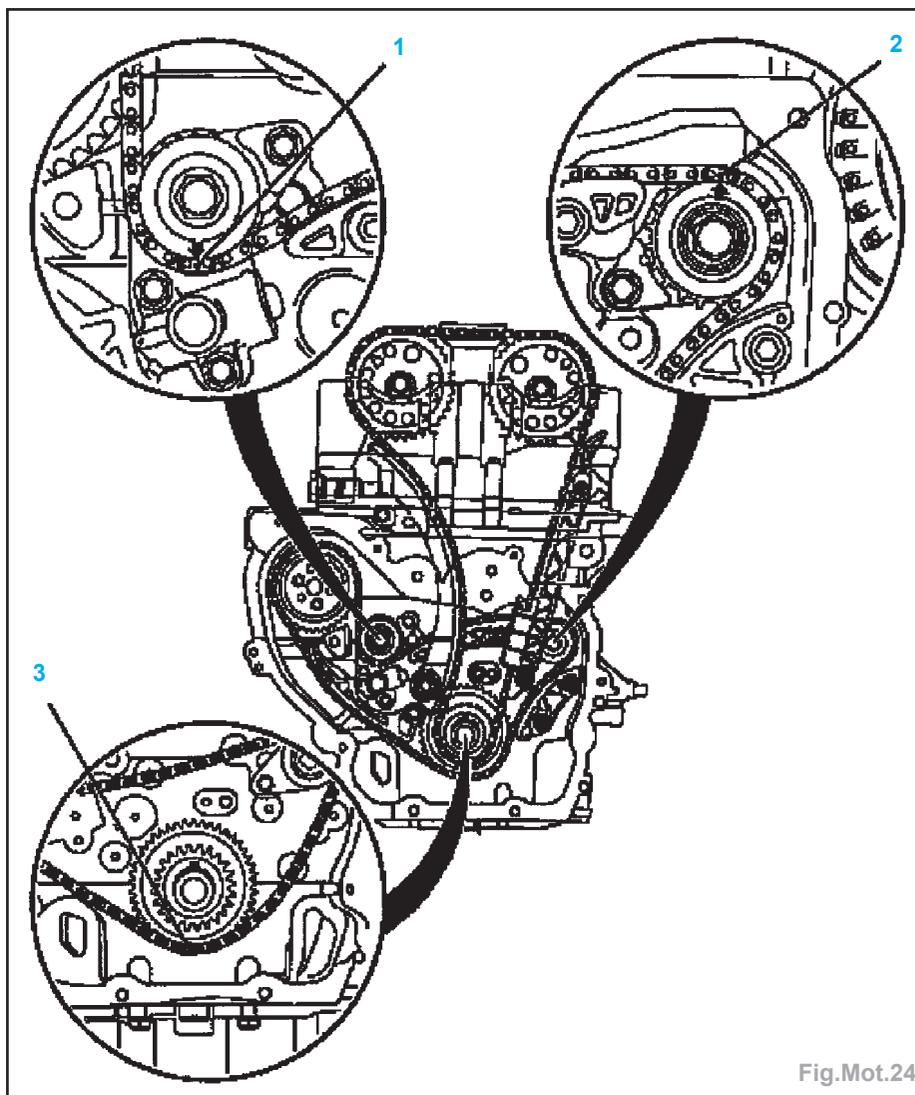

Fig.Mot.24
- Déposer la glissière de tension de la chaîne de distribution des arbres à contreponds d'équilibrage (7).
- Déposer le rail de guidage de la chaîne de distribution des arbres à contreponds d'équilibrage supérieurs (2).
- Déposer le rail de guidage de la chaîne de distribution des arbres à contreponds d'équilibrage inférieurs (5).
- Retirer la chaîne de distribution des arbres à contreponds d'équilibrage (1).
- Reposer la chaîne de distribution des arbres à contreponds d'équilibrage et mettre le maillon de chaîne (couleur cuivre) (2) sur le repère de l'arbre à contreponds d'équilibrage côté admission et le maillon de chaîne (couleur argent) (3) sur le repère de pignon de chaîne de distribution des volants d'équilibrage (Fig.Mot.24).
- Placer la chaîne sur roue à chaîne de pompe de liquide de refroidissement et mettre le maillon de chaîne argenté (1) sur le repère côté échappement de l'arbre à contreponds d'équilibrage.